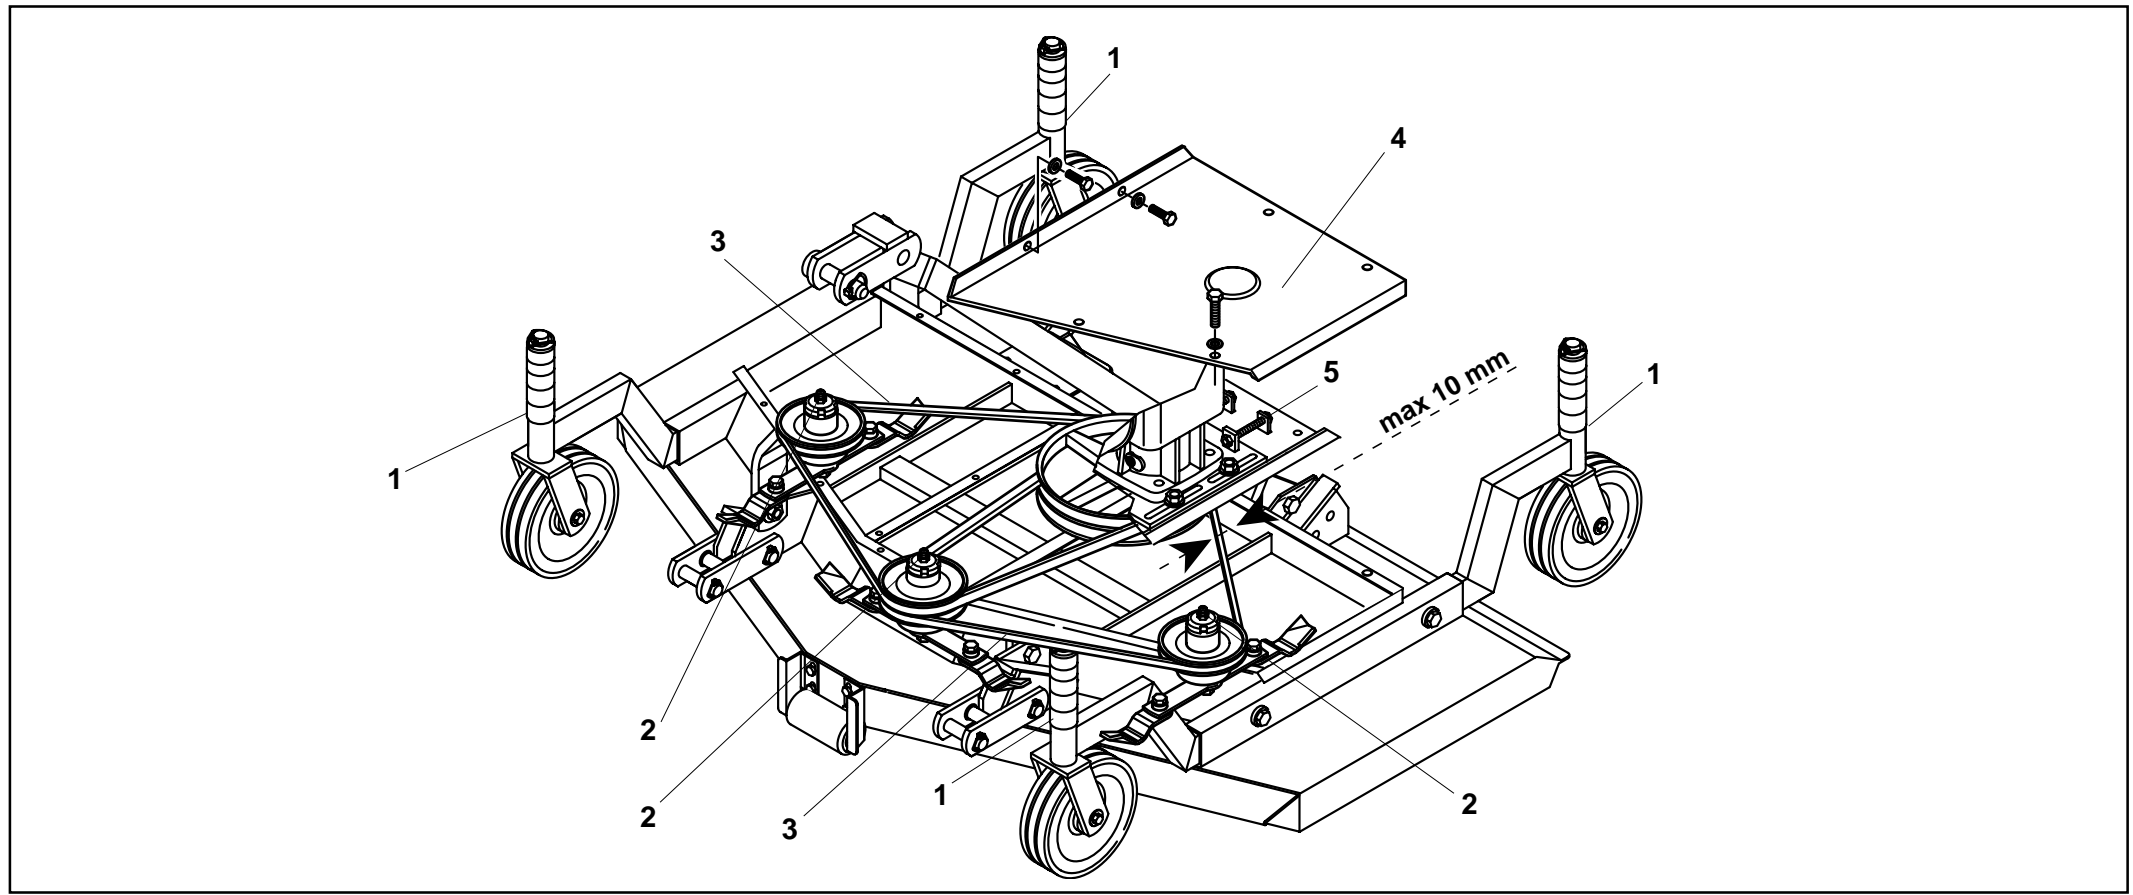

Fig. 12
If the belts are worn or torn, replace them by means of the adjuster screws (5 Fig. 12) and by proceeding in the following way:
- loosen the check nut and completely unscrew the adjuster screws (5 Fig. 12);
Sollten die Keilriemen verschlissen und gerissen sein, müssen sie durch neue ersetzt werden, wobei man immer die Nachstellschrauben (5 Abb. 12) benutzt und folgendermaßen vorgeht:
- Nach dem Lockern der Gegenmutter die Schrauben (5 Abb. 12) zum Einstellen der Riemenspannung ganz herausdrehen.
Si les courroies sont usées ou cassées, les remplacer par des courroies neuves en intervenant sur la vis de réglage (5 Fig. 12) de la manière suivante:
- Après avoir desserré le contre-écrou, dévisser totalement la vis de réglage (5 Fig. 12).
Si las correas resultan gastadas o rotas cambiarlas con nuevas, operando siempre con los tornillos de regulación (5 Fig. 12) operar del siguiente modo:
- luego de haber aflojado la contratuerca, desenroscar completamente los tornillos de regulación (5 Fig. 12);